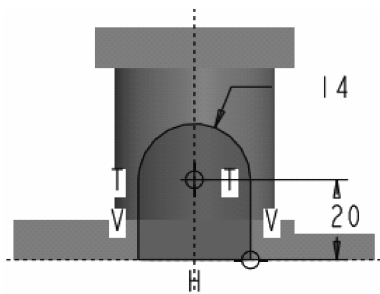

图 4-75 草绘凸台截面
(3) 草绘截面, 标注并修改尺寸, 使用各种约束如图 4-75 所示。